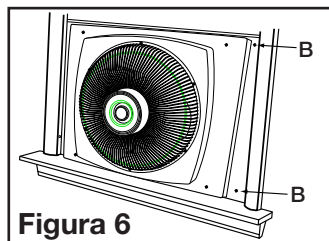

Figura 6
5. Apriete el tornillo "B" del alojamiento para fijar el ventilador en posición (**Figura 6**).